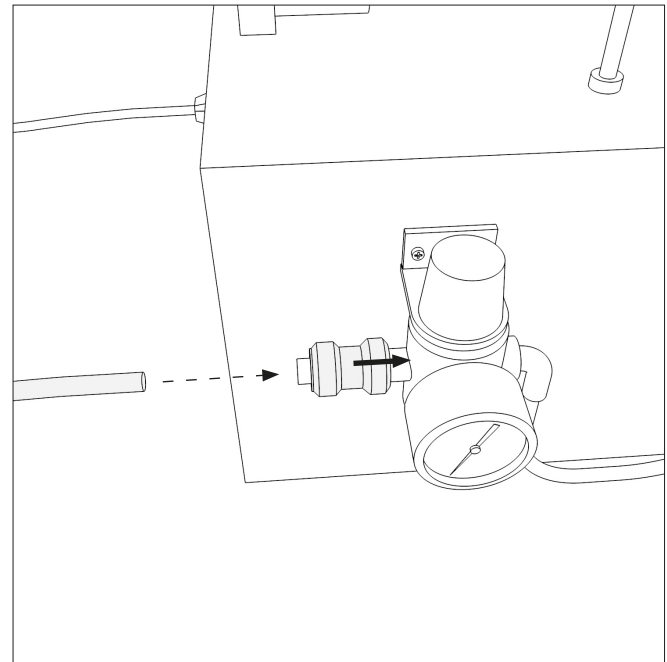

Рис. 20
12.5. Подключить пневматический шланг и открыть впускной клапан, переведя его в крайнее правое положение (рис. 20).